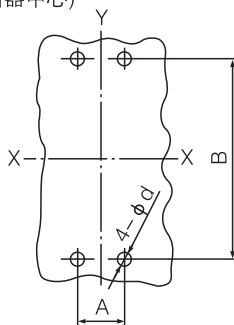

图16 板前接线安装板开孔尺寸
(1)板前接线安装板开孔尺寸见图16(X-X、Y-Y为三极断路器中心)